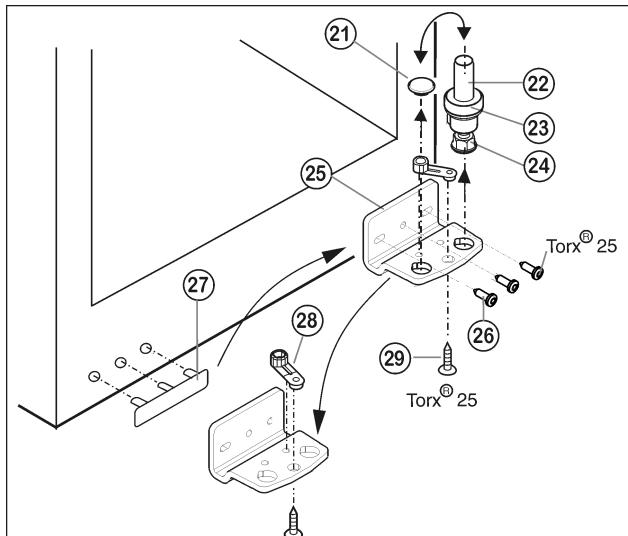

Fig. 5
- Ložiskový čep Fig. 5 (22) včetně podložky Fig. 5 (23) a seřizovací nožky Fig. 5 (24) vytáhněte nahoru.
- Zátku Fig. 5 (21) odstraňte.
- Stojan ložiska Fig. 5 (25) odšroubujte Fig. 5 (26).
- Ložiskový díl Fig. 5 (28) odšroubujte Fig. 5 (29) a přemístěte jej do protilehlého upínacího otvoru stojanu ložiska, pak ho znova pevně přišroubujte.
- Krytku na straně madla Fig. 5 (27) opatrně vytáhněte a přemístěte na druhou stranu.
- Stojan ložiska Fig. 5 (25) na nové straně závěsu zase přišroubujte příp. pomocí akumulátorového šroubováku (**momentem 4 Nm**).
- Zátku Fig. 5 (21) zase vložte do druhé díry.
- Ložiskový čep Fig. 5 (22) včetně podložky a seřizovací nožky zase nasadte. Přitom dávejte pozor, aby zajišťovací vačka směrovala dozadu.
- Dveře nasadte shora na spodní ložiskový čep Fig. 5 (22).
- Dveře případně pomocí obou podélných děr ve spodním stojanu ložiska Fig. 5 (25) vyrovnejte tak, aby lícovaly se skříní přístroje. Vyšroubujte prostřední šroub.